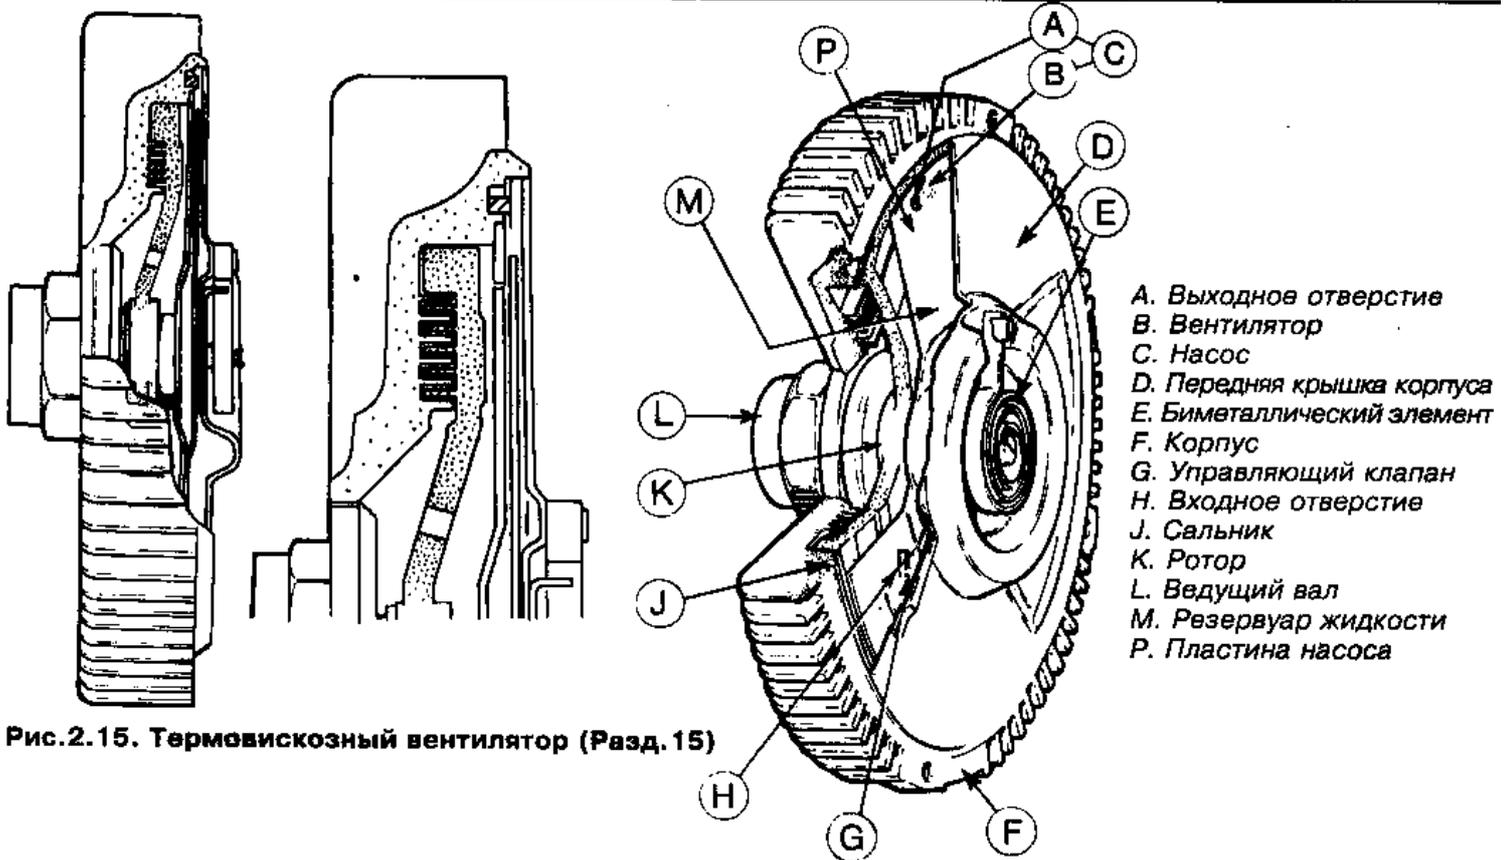

Рис.2.15. Термовязкий вентилятор (Разд.15)
1. Чтобы улучшить эксплуатационные характеристики двигателя и повысить его экономичность, на все модели семейства "Таунас" с 1980 г. устанавливается вентилятор с термовискозной муфтой (Рис.2.15). Эта конструкция вентилятора имеет ряд преимуществ перед использовавшейся ранее, а именно:
2. Вентилятор изготовлен из пластмассы и имеет многолопастную конструкцию. Он смонтирован на термовискозной муфте, режим работы которой зависит от температуры двигателя. Когда двигатель холодный и только прогревается после пуска, вентилятор, независимо от оборотов двигателя, вращается со скоростью холостых оборотов. По мере прогрева двигателя биметаллический элемент в ступице вентилятора приводит в движение управляющий клапан, а он, в свою очередь, постепенно открывает впускной канал, по которому жидкость поступает в камеру ротора (Рис.2.15). Благодаря этому увеличивается крутящий момент и, соответственно, скорость вращения вентилятора.